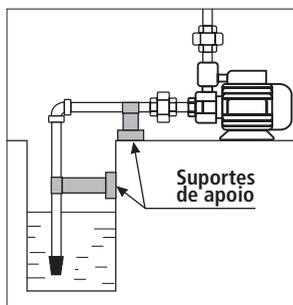

Fig. 02
1. O peso da tubulação não deve ser depositado sobre a bomba. Utilize suportes de apoio na tubulação [Fig. 02].